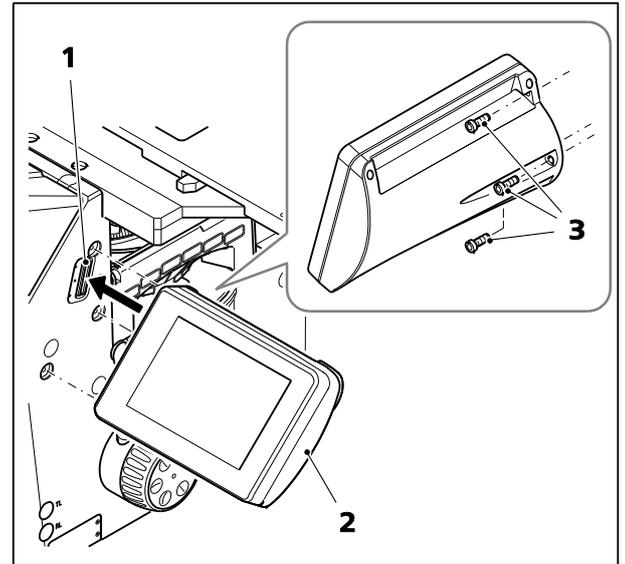

Fig. 41 Installation de l'écran TFT
- Placer l'écran TFT (Fig. 41/2) sur le côté droit du statif. S'assurer que le contact à broche (Fig. 41/1) est placé exactement dans l'ouverture correspondante.
- Visser l'écran TFT à l'aide des trois vis (Fig. 41/3).